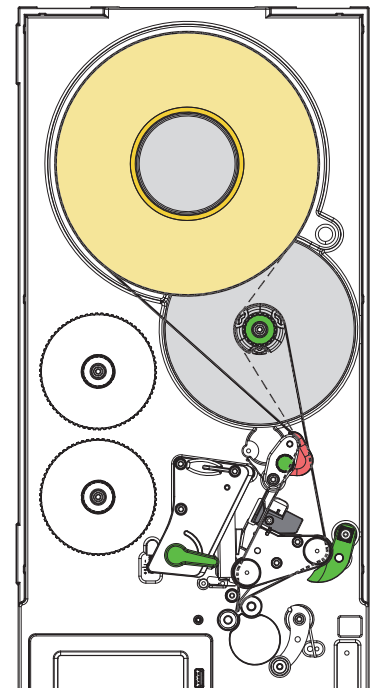

Bild 9 Etikettenlauf
1. Etikettenrolle (5) auf den Rollenhalter (6) legen.
3. Hebel (2) in Gegenuhrzeigerrichtung drehen, um den Druckkopf (1) anzuheben.
4. Andrucksystem (12) von Umlenkwalze (13) abschwelen.
6. Streifen gemäß Bild 9 durch die Etikettenlichtschranke (3), um die Spendekante (14) und die Umlenkwalze (13) zum Aufwickler (8) führen. Die gestrichelte Linie gilt für innengewinkelte Etiketten.
7. Führung (10) mit Hilfe des Knopfs (4) so einstellen, dass das Material ohne Klemmen geführt wird.
8. Aufwickler (8) festhalten und Drehknopf (7) bis zum Anschlag im Uhrzeigersinn drehen.
9. Trägermaterial unter eine Klammer (9) des Aufwicklers (8) schieben und Außenkante des Streifens zur Vorratsrolle ausrichten.
10. Drehknopf (7) bis zum Anschlag gegen den Uhrzeigersinn drehen.